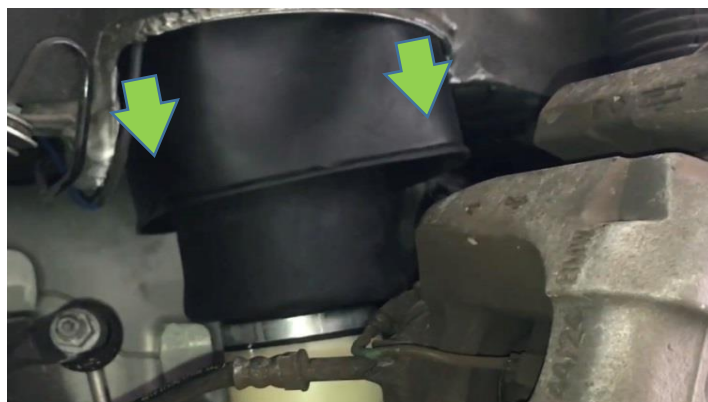

fig.4
7. När den nedre delen är lossad enligt (fig.4) vrid den övre delen av fjädern medurs och drag nedåt. Detta lossar den övre delen från sitt fäste.